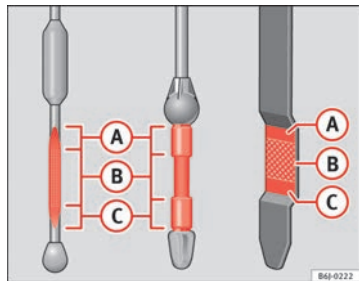

Abb. 113 Ölmessstab
- Den Messstab anschließend wieder herausziehen und den Ölstand ablesen ⇒ Abb. 113. Füllen Sie gegebenenfalls Motoröl nach.